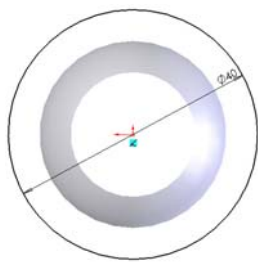

图 5-49 绘制的草图
(10) 绘制草图。单击“草图”工具栏中的（圆）按钮，以原点为圆心绘制一个圆，然后标注圆的直径，结果如图 5-49 所示。